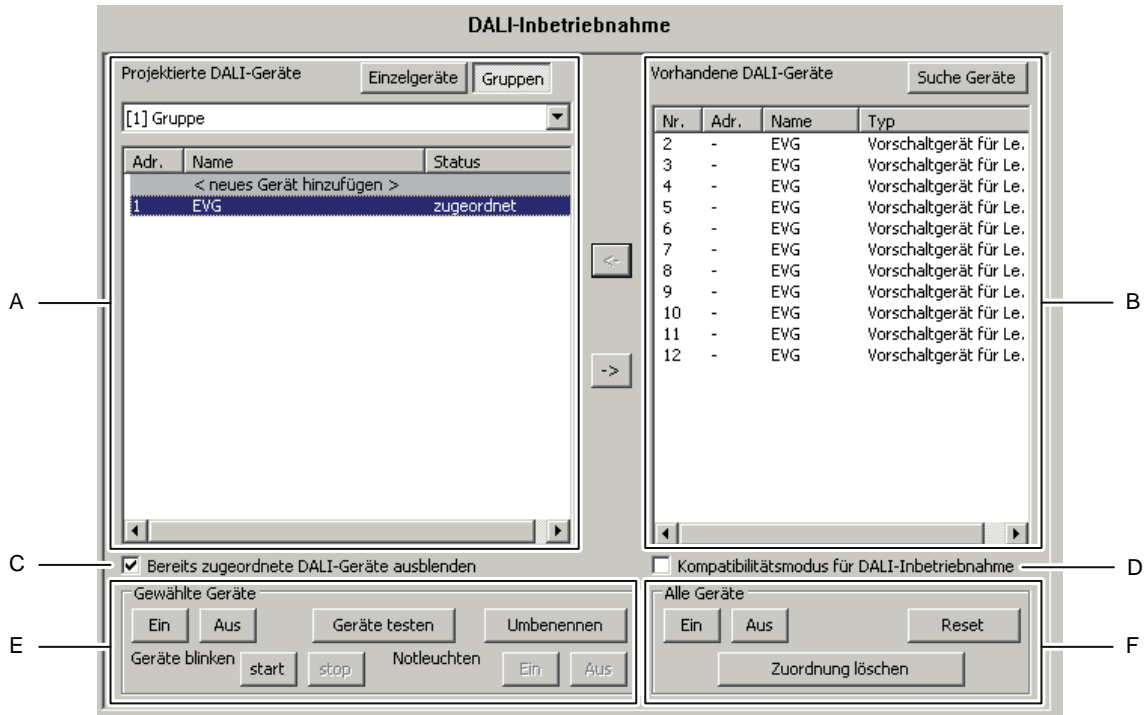

Bild 61: Fensterbereiche der Inbetriebnahme-Umgebung
Die Inbetriebnahmeumgebung des Plug-Ins unterteilt sich in zwei Fensterbereiche. Im rechten Fensterbereich werden die im DALI-System gefundenen Betriebsgeräte aufgelistet. Im linken Fensterbereich werden die angelegten Gruppen angezeigt. Dort erfolgt auch die Zuordnung der DALI-Geräte zu den projektierten Gruppen oder Einzelgeräten (Bild 61).
Bei der ersten Inbetriebnahme werden noch keine DALI-Betriebsgeräte im rechten Fensterbereich (B) angezeigt (Bild 61). Um in der Inbetriebnahme fortzufahren, müssen zunächst die an die DALI-Leitung angeschlossenen Betriebsgeräte gesucht werden. Damit das DALI-Gateway während der Gerätesuche alle angeschlossenen DALI-Betriebsgeräte finden und identifizieren kann, muss das DALI-System vollständig geschlossen und unterbrechungsfrei eingeschaltet sein! Zudem muss die Netzspannungsversorgung des DALI-Gateways eingeschaltet sein.
Es ist für Sonderfälle möglich, Betriebsgeräte bei Gruppensteuerung auf mehr als nur eine DALI-Gruppe zuzuordnen. Im Standardfall ist die Zuordnung eines DALI-Betriebsgeräts in nur eine Gruppe möglich. Dadurch wird die Gerätezuordnung übersichtlich und es kommt durch die eindeutige Zuweisung nicht zu Gruppenüberlappungen und folglich auch nicht zur Beeinflussung von Konfigurations- und Rückmeldewerten. Bei Bedarf kann als Alternative die Mehrfachgruppenzuweisung freigegeben werden. Dazu muss das Kontrollfeld "Bereits zugeordnete DALI-Geräte ausblenden" (C) im Inbetriebnahme-Dialog des Plug-Ins ausgewählt werden (Bild 61). Hierdurch ist es dann möglich, DALI-Betriebsgeräte im Zuge der Online-Inbetriebnahme mehr als nur einer Gruppe zuzuordnen.